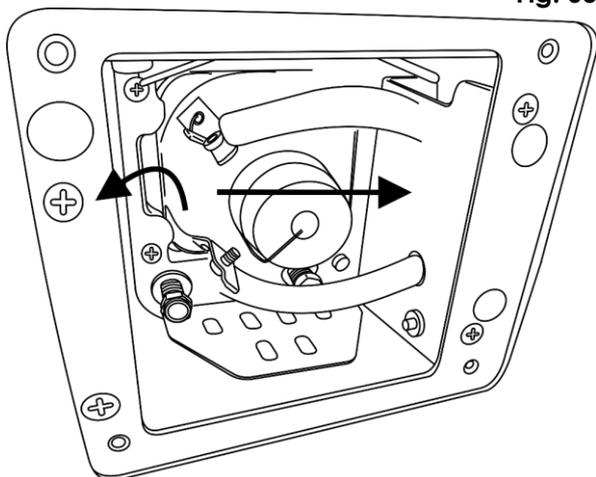

Fig. 07
- 08) Empuje la bombilla hacia la derecha y sujete el lado izquierdo en su lugar (Fig. 07).